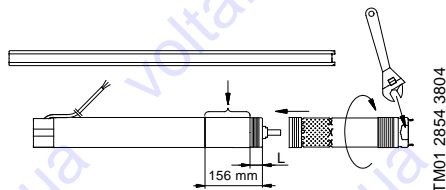

Fig. 6
1. Placera motorn horisontellt i ett skruvstöd och spänn fast den, se fig. 6.
OBS: Pumpaxeln måste kugga i motoraxeln. En skiftnyckel kan användas på pumpdelens spännytor, se fig. 6.